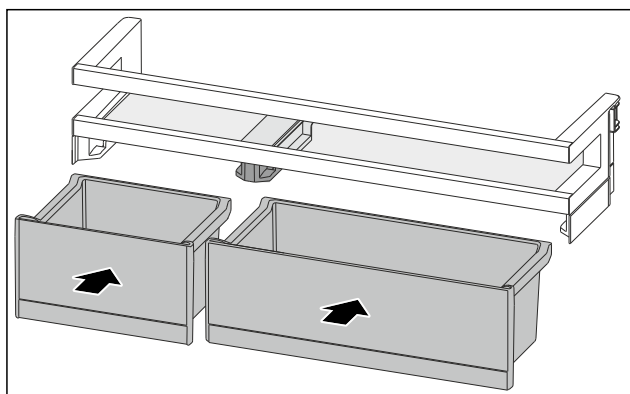

Fig. 197
- Vendosni kutitë VarioBox në rendin e kundërt. (shihni Fig. 197)